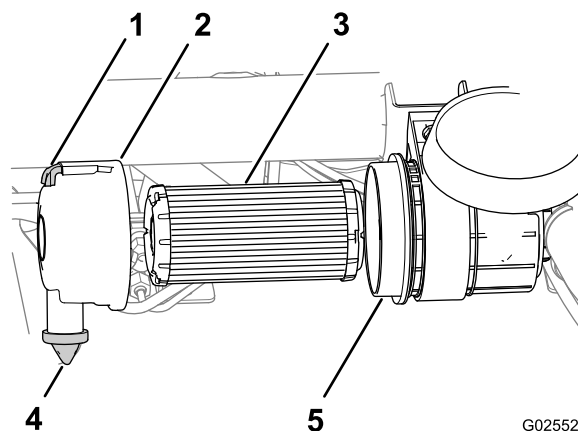

Figure 40
1. Tirez le verrou vers l'extérieur et tournez le couvercle du filtre à air dans le sens antihoraire (Figure 40).
- Sortez le filtre à air du boîtier (Figure 40).
- Essuyez l'intérieur du couvercle et du boîtier du filtre à air (Figure 40).
- Retirez la valve à poussière en caoutchouc du couvercle (Figure 40).
- Nettoyez l'orifice d'éjection de saleté situé dans le couvercle du filtre à air et la cavité de la valve à poussière, puis remplacez la valve (Figure 40).
- Insérez le filtre à air neuf en appuyant légèrement sur le bord extérieur du filtre pour l'engager dans le boîtier (Figure 40).
- Alignez le couvercle du filtre à air sur la valve à poussière à la position 6 heures vu du côté gauche du couvercle (Figure 40).
- Fixez le verrou au couvercle du filtre à air (Figure 40).